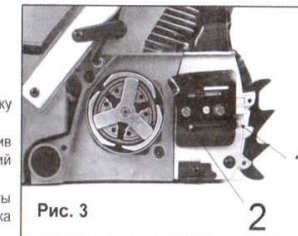

Рис. 3
- Отвинтите предохранительные гайки шины (2). Снимите крышку тормоза цепи (3), потянув ее вверх.
- С помощью отвертки поверните регулировочный винт (1) против часовой стрелки, пока выравнивающий штифт (2) (выступающий цилиндр) не достигнет своего предельного положения (Рис.3)